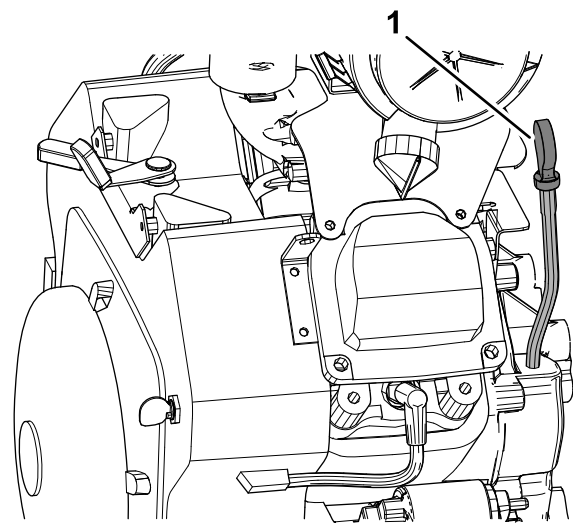
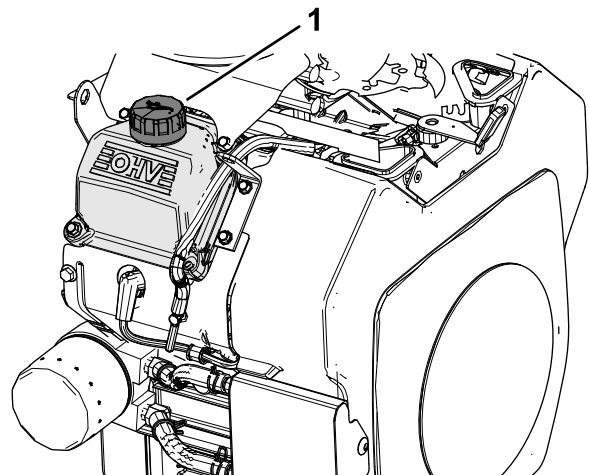

Figura 28
Figura 29
2. Limpie la zona alrededor de la varilla y el tapón de llenado de la cubierta de las válvulas (Figura 28 y Figura 29).
3. Retire la varilla de aceite y limpie el extremo (Figura 28).